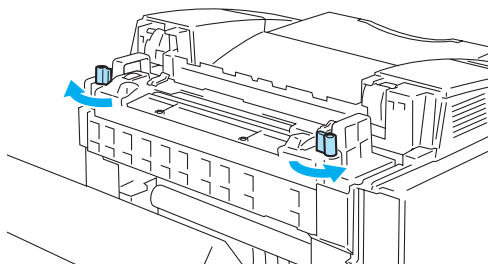

Figure 5-16
- 3 Débloquez les leviers de blocage situés de chaque côté de l'ensemble de fixation pour dégager celui-ci de l'imprimante comme illustré à la Figure 5-16.